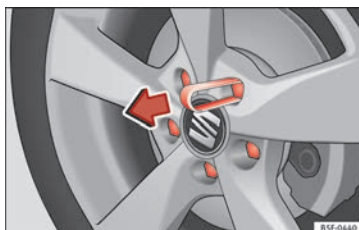

Fig. 56 Roue : boulons de roue avec capuchons.
- Encastrer la pince en plastique (outillage de bord) sur le capuchon jusqu'à ce qu'elle s'emboîte » **fig. 56**.